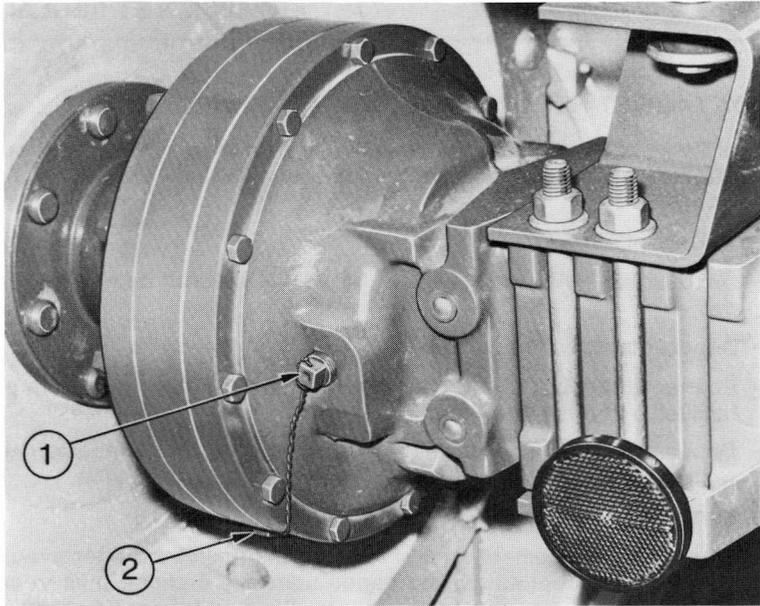

Fig. 22
- 2 – (Fig. 22). Déposer la vis de purge (2) et le bouchon de remplissage (1).
- 3 – Lorsque l'huile est totalement écoulee, remonter le bouchon de vidange (2).
- 4 – Remplir la réduction jusqu'au niveau du bouchon de remplissage (1) puis mettre en place le bouchon.